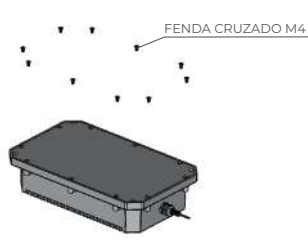

Figura 06
- Retire os parafusos que fixam a tampa do alojamento utilizando uma chave Fenda Cruzada M4. Veja a figura 06.